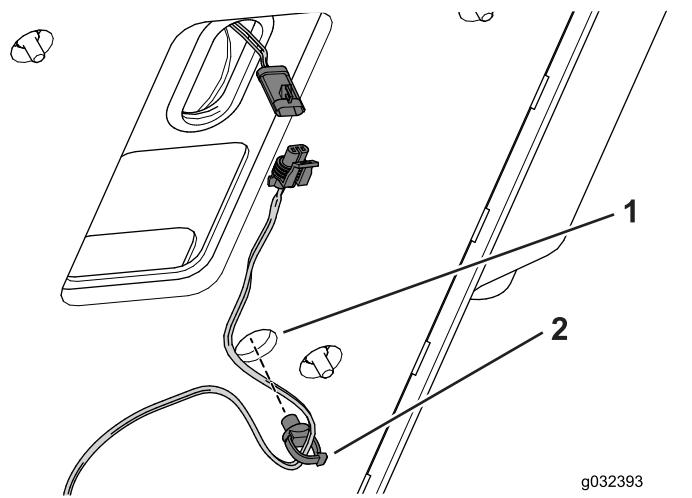

Bild 7
6. Bringen Sie den Kabelclip an der Unterseite der Sitzplatte an (Bild 7).
7. Schließen Sie den Sitzschalter am Kabelbaum an (Bild 7).